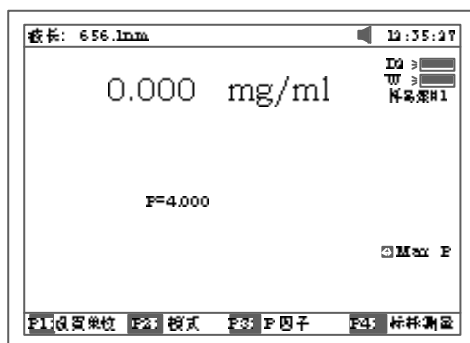

图 24
b. 将已知浓度值的标准溶液拉入光路中,按【F4】输入标液浓度值后按按【ENTER】确认,图 24. 然后将待测溶液拉入光路读取浓度值 ;